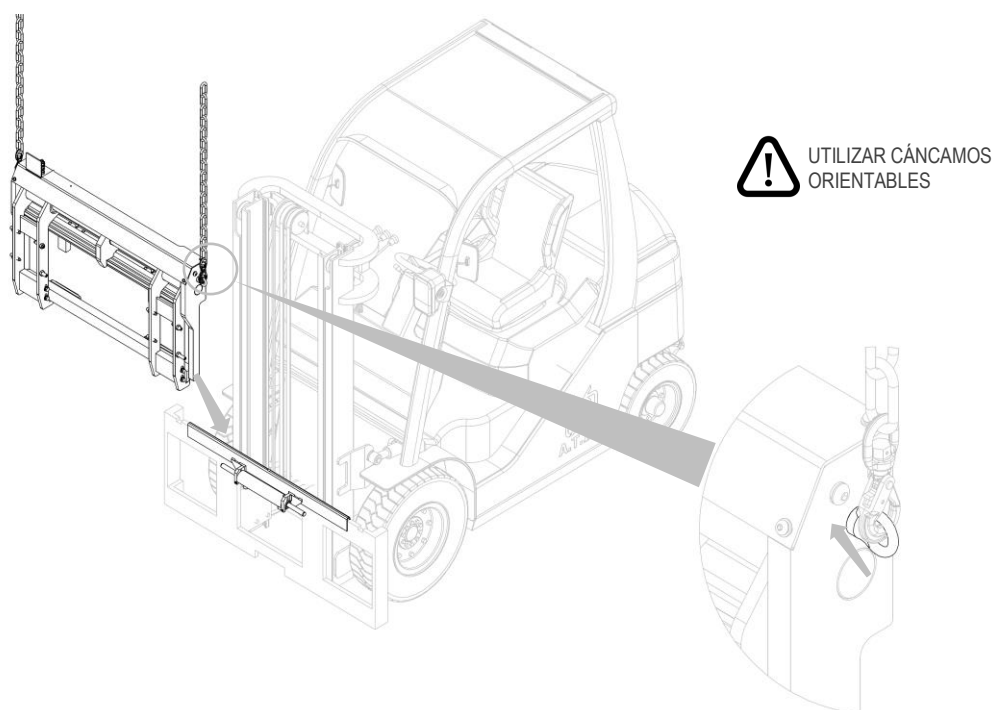

Figura 5
6. Para su manipulación, se deben utilizar cáncamos, que se deben atornillar en los espacios correspondientes (mira *Figura 5*).
7. Con un puente grúa de capacidad suficiente, colocar el equipo en el doble gancho, cuidando de colocarlo correctamente (mira *Figura 5*).